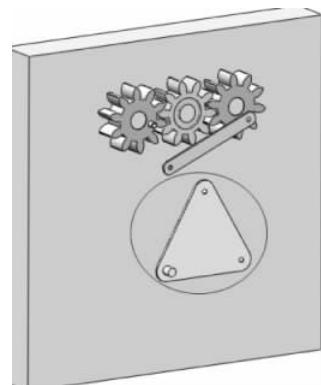

图 3-90 插入另一个连杆
(4) 单击【装配体】工具栏中的【插入零部件】按钮 ，弹出【插入零部件】的属性设置。单击【浏览】按钮，在弹出的【打开】对话框中选择零件【连杆 2】，单击【打开】按钮，在图形区域中的合适位置单击插入，并将其放置到靠近左侧齿轮位置，如图 3-90 所示。